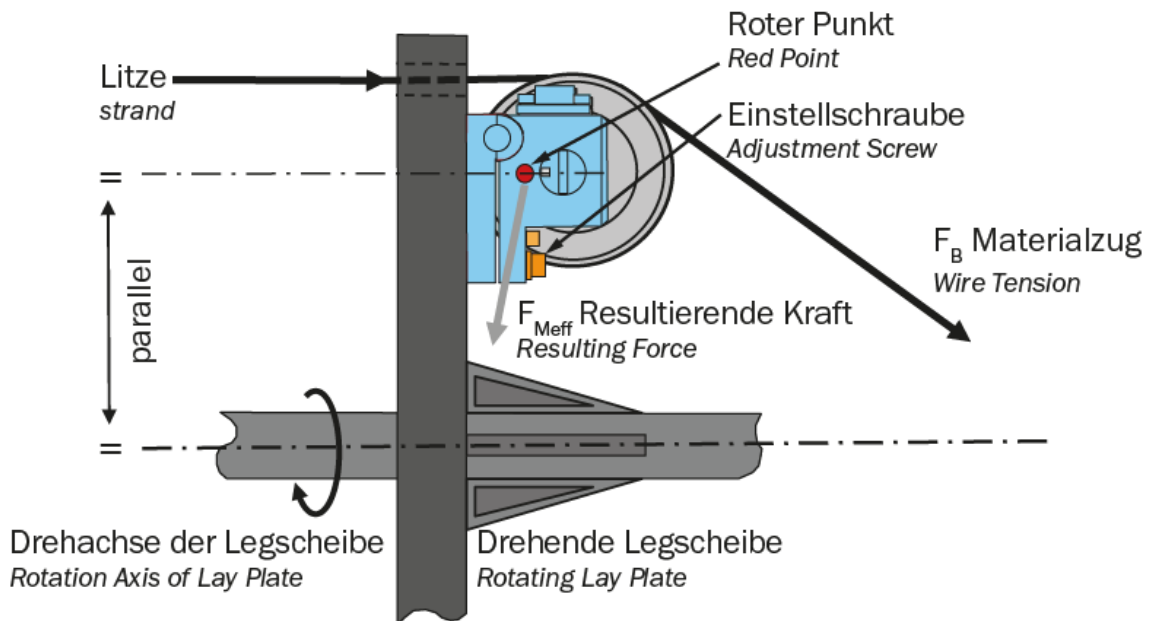

Bild 3: Ausrichten des roten Punktes in rotierenden Anwendungen
- ⚠** *Es ist von entscheidender Bedeutung die Zentrifugalkräfte, die durch die Rotation der Verseilmaschine entstehen, zu kompensieren. Nichtkompensierte Kraftmessrollen führen zu Fehlmessungen (Bild 3)*
In rotierenden Anwendungen werden die Kraftmessrollen so installiert, dass eine Kompensation der Zentrifugalkräfte stattfindet. Bei den RMGZ-Rollen von FMS wird das dadurch erreicht, dass man den roten Punkt der Kraftmessrolle parallel zur Drehachse der Verseilmaschine und in Richtung der positiven Kraftkomponente dreht (siehe Bild 3).
Es ist von entscheidender Bedeutung die Zentrifugalkräfte, die durch die Rotation der Verseilmaschine entstehen, zu kompensieren. Nichtkompensierte Kraftmessrollen führen zu Fehlmessungen (Bild 3).